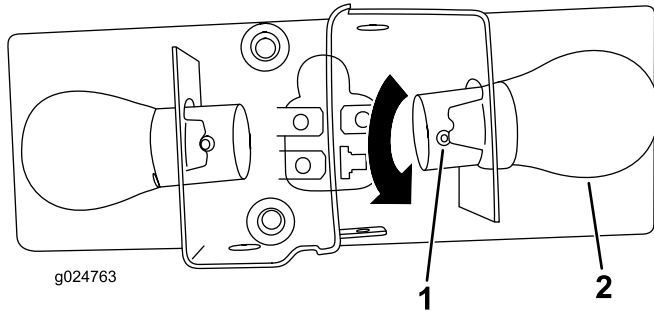

Figura 70
4. Empurre o pino na lâmpada, rode a lâmpada para a esquerda e retire a lâmpada (Figura 70).
6. Rode a nova lâmpada para a direita até que a lâmpada fique alinhada com a ranhura na caixa da lâmpada (Figura 70).